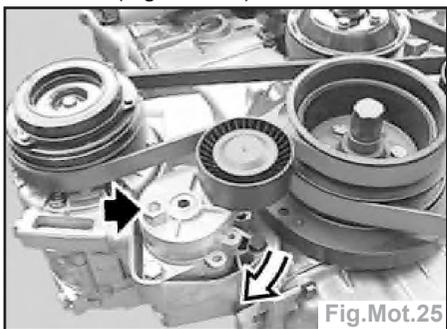

Fig.Mot.25
- Tendeur mécanique : repousser le tendeur de courroie en agissant sur le six-pans ou le Torx intérieur puis déposer la courroie (Fig. Mot.25).